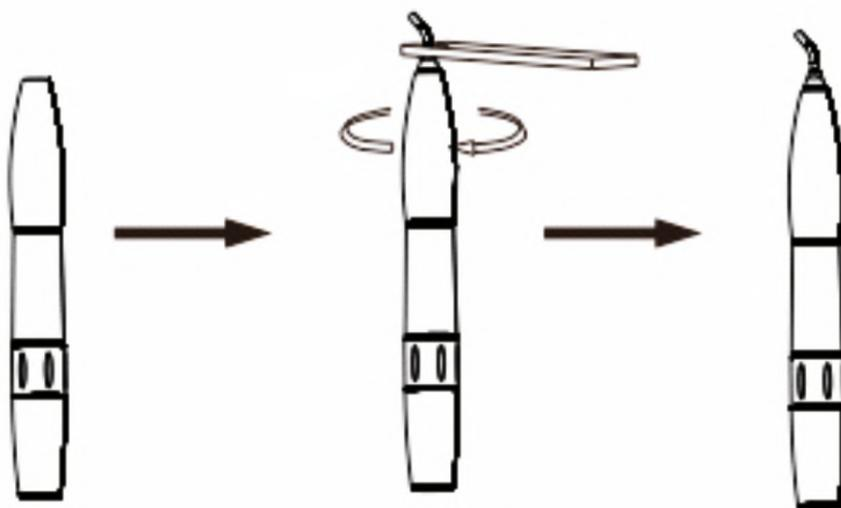

Рис. 4
- 1) Установите на пескоструйную рукоятку пескоструйное сопло (см. рис. 4).